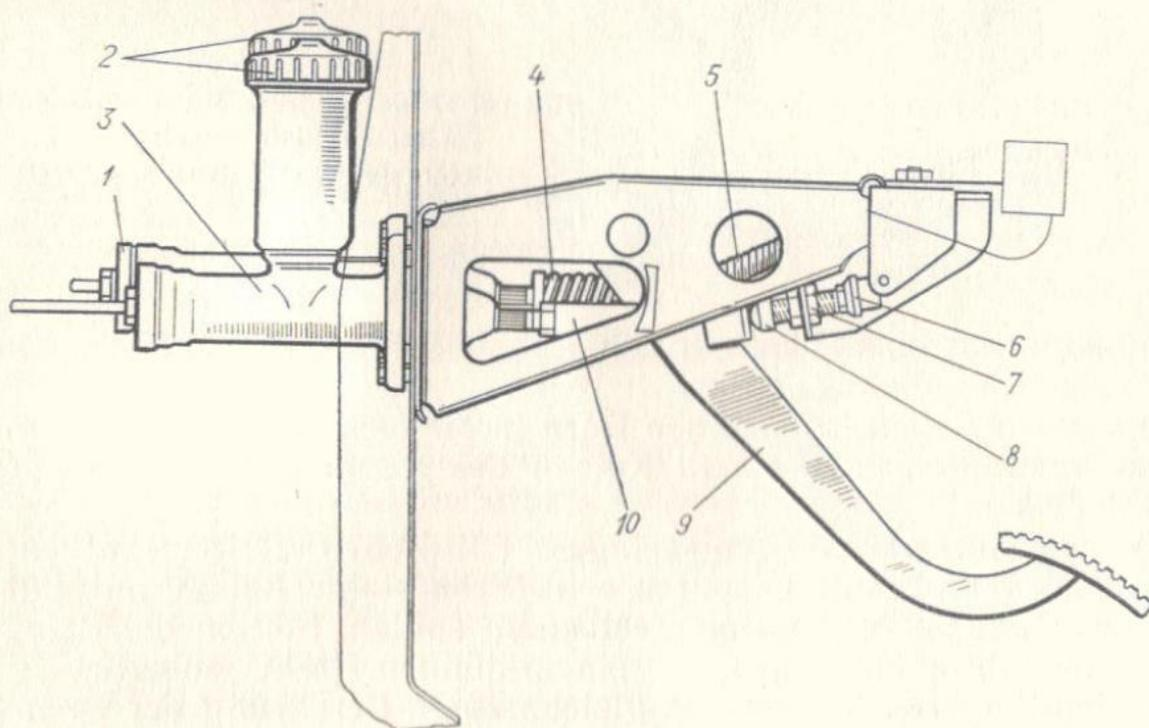

Bild 66. Bremspedal:
Einschaltzeitpunkt des Bremssignalschalters durch Anziehen bzw. Lockern des Schalters 6 (Bild 66) bei gelockter Mutter 7 in solche Lage einstellen, daß das Endstück 8 leicht am Bremspedal abgestützt sei, ohne daß die Anzeigeleuchte leuchtet. Nach beendetem Einstellen Mutter 7 anziehen.
1. Deckel des Vorratsbehälters des Hauptbremszylinders 3 (Bild 66) der Vorderräder lösen und Bremsflüssigkeit bis auf den normalen Stand nachfüllen.
9. Gabel 10 (Bild 66) des Stößels des Hauptbremszylinders der Vorderradbremmen vom Bremspedal lösen und zur Seite schieben.